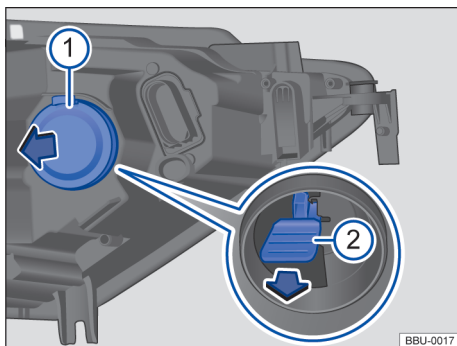
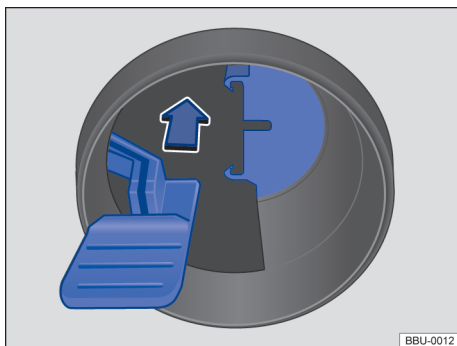

Fig. 156 No protetor da caixa de roda dianteira direita: troca da lâmpada do indicador de direção.
Fig. 157 Montagem da lâmpada dos indicadores de direção dianteiros.
- ① Considere a lista de controle e execute as operações descritas nela → Página 200.
- ② Abra a tampa do compartimento do motor → ⚠ em *Lista de controle* “Informação relativa à troca de lâmpadas” na página 201 → Página 212.
- ③ Desmonte a tampa de borracha correspondente da parte posterior do farol → Fig. 156 ①.
- ④ Extraia o suporte da lâmpada pela alça de segurança em linha reta ②.
- 6 Coloque o suporte da lâmpada no farol com cuidado até que encaixe, acoplado as linguetas do suporte da lâmpada com as guias dispostas no farol → Fig. 157.